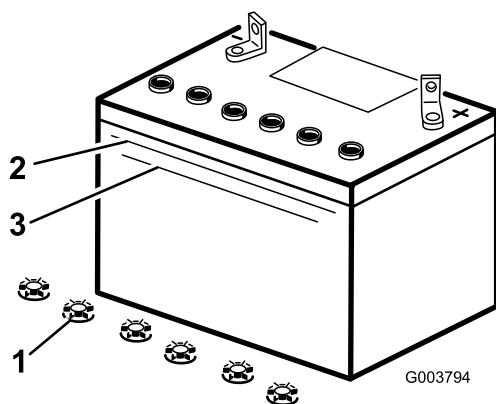

Figura 38
2. Mire hacia el lateral de la batería. El electrolito debe llegar a la línea superior (Figura 38). No permita que el electrolito esté por debajo de la línea inferior (Figura 38).
3. Retire los tapones de llenado de la batería (Figura 38).
4. Vierta lentamente agua destilada en cada célula de la batería hasta que el nivel de electrolito llegue a la línea superior (Figura 38) de la caja de la batería.
necesario, hasta que el nivel de electrolito llegue a la línea superior (Figura 38) de la caja de la batería.